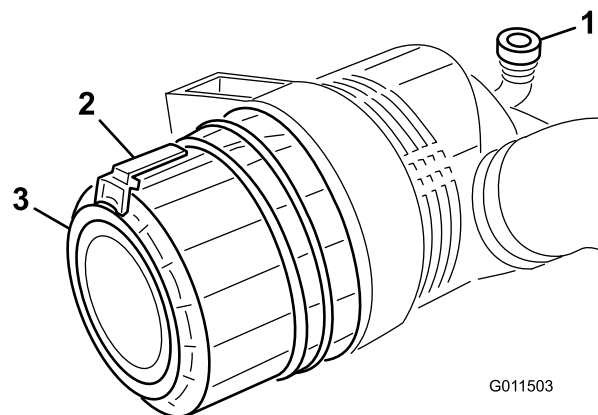

図 46
1. ラッチを引いて外し、カバーを左にひねってボディーからはずす 図 46。
7. ゴム製のアウトレットバルブ 図 46 が下向き後ろから見たとき、時計の5:00と7:00の間になるようにカバーを取り付ける。ラッチをしっかりと掛ける。